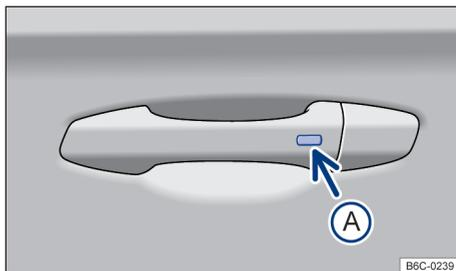

Fig. 55 Na maçaneta da porta: botão para destravar ou travar.
- 1 Pressionar o botão → Fig. 55 (A) no lado externo da maçaneta da porta.
- 2 Pressionar o botão → Fig. 55 (A) no lado externo da maçaneta da porta.
- Dentro de 5 segundos, pressionar o botão no lado externo da maçaneta da porta → Fig. 55 (A). Assim, não agarrar na maçaneta da porta. O sistema de travamento e partida Keyless Access sem chave está temporariamente desativado.